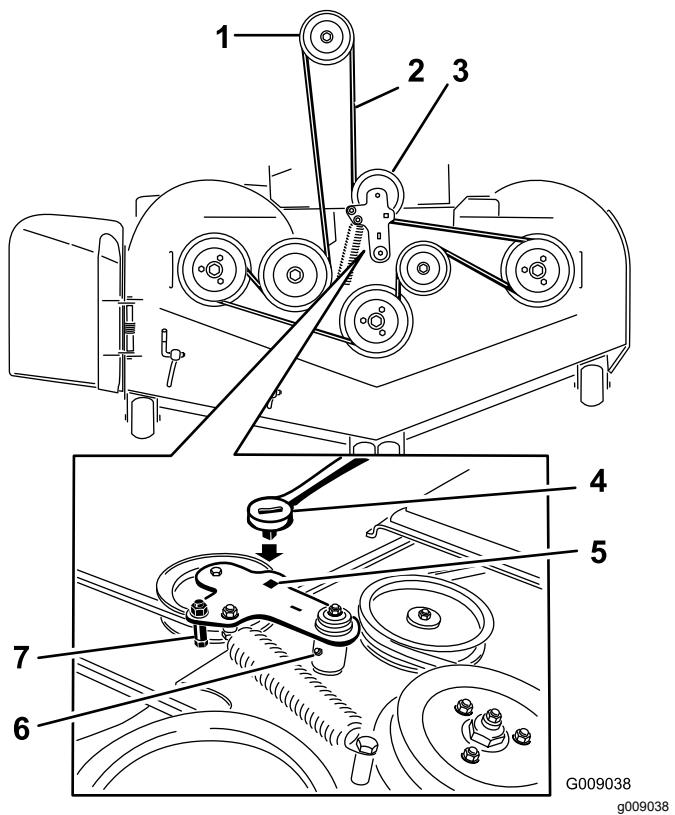
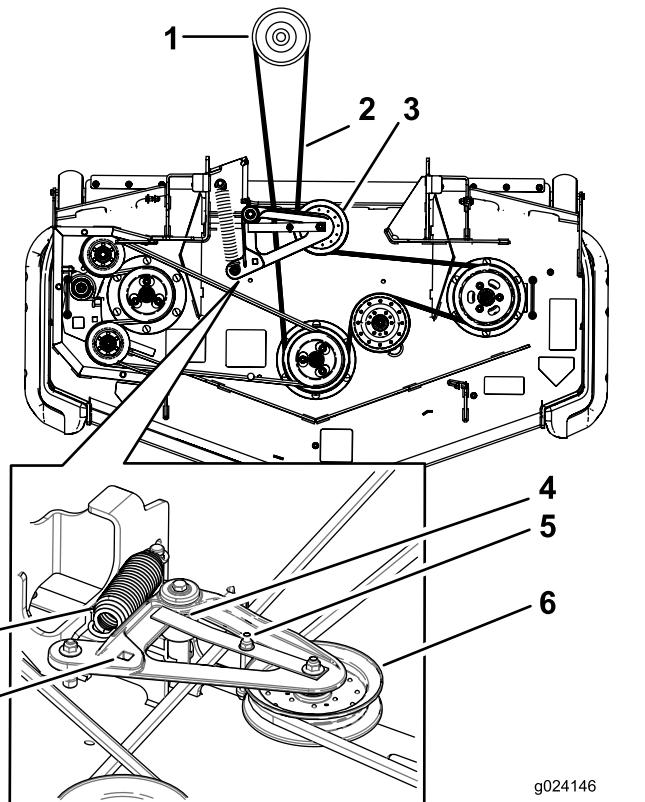

Figure 118
Figure 119
5. Soulevez le plancher et insérez un rochet dans le trou carré de la poulie de tension du tablier (Figure 118 ou Figure 119).
(modèles à éjection arrière seulement) et déposez la courroie du tablier de coupe (Figure 118 ou Figure 119).